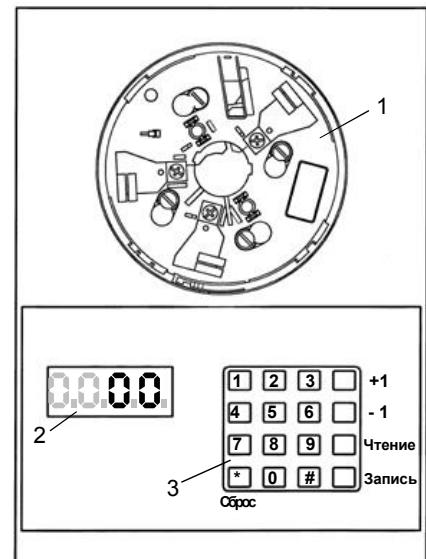

Рис. 1. Внешний вид ПА.
Программатор адреса (далее ПА) обеспечивает запись и считывание двузначного десятичного адреса извещателя серии Леонардо по цепи питания (для доступа ко всем установкам извещателя используйте пульт МПДУ по Инструкции I56-1720-001RU). ПА состоит из прямоугольного корпуса. На лицевой стороне ПА размещены база 1 (рис. 1) для установки извещателя Leonardo, индикатор адреса 2 и клавиатура 3 для установки адреса извещателя и изменения его значения на +1 и на -1. Питание ПА осуществляется от двух алкалиновых батарей напряжением 9 В типа MN1604 (6LR61). Программатор рассчитан на работу в нормальных условиях.
2.2. Установите первый извещатель в базу 1 (рис. 1):
После записи адреса на индикаторе 2 (рис. 1) появится немигающая надпись с номером записанного адреса.